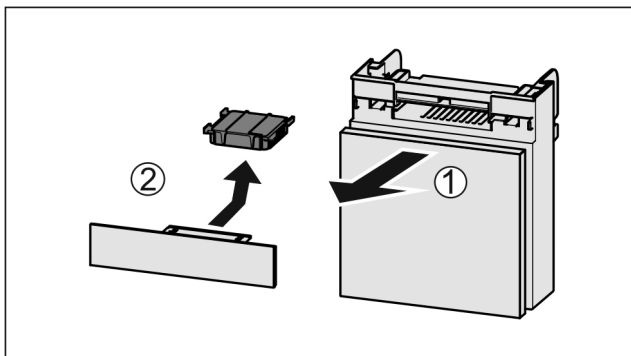

Fig. 85
- ▶ Вытянуть Fig. 85 (1) отделение движением вперед.
- ▶ Извлечение Fig. 85 (2) фильтра с активированным углем.